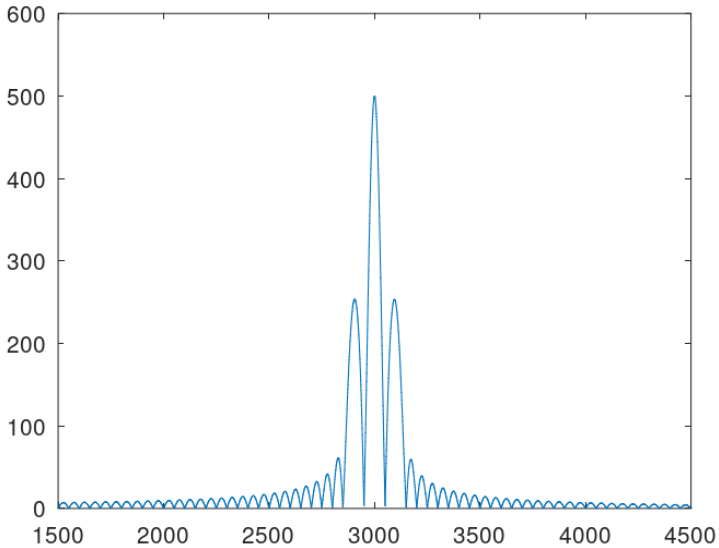

Figura 7
O resultado obtido na Figura 7 é o espectro completo da modulação em amplitude (AM) através da Transformada Rápida de Fourier (FFT). O livro *Análise de Fourier*⁷ permite aprofundamento no tema.